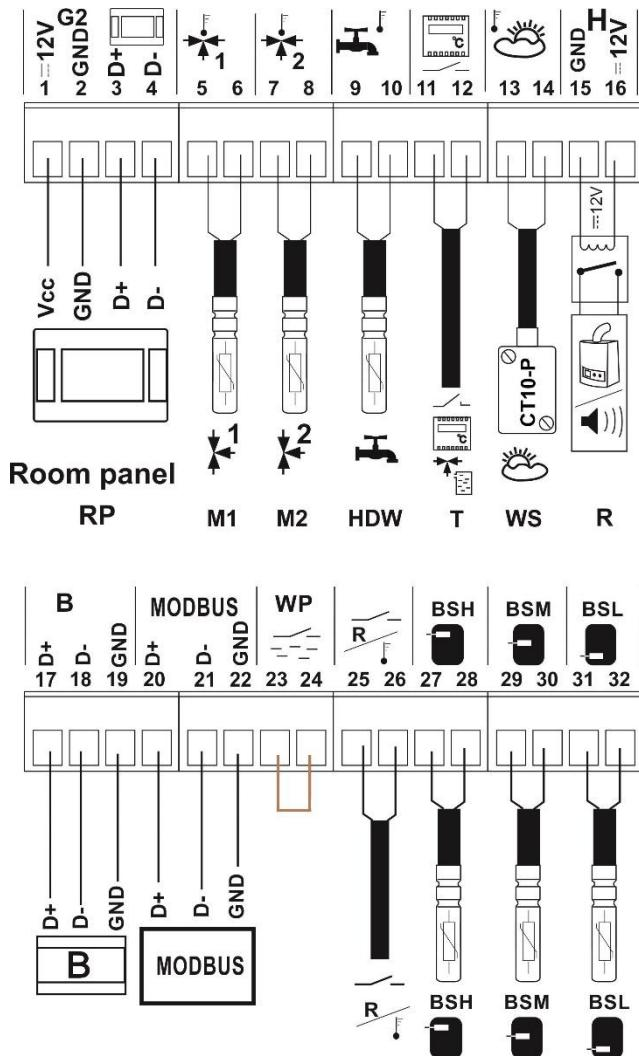

Abbildung 23: Verdrahtungsschema der Sensoren und des Raumbediengeräts
Schließen Sie den entsprechenden externen Fühler an die entsprechenden Klemmen der Schalttafel an (siehe Abbildung 23) und platzieren Sie das Messelement an der gewünschten Stelle in der Heizungsanlage. Das Fühlerkabel darf nicht mit heißen Oberflächen des Kessels oder der Heizungsanlage in Berührung kommen und muss gegen Herausziehen gesichert sein.
Der Sensor wird über ein Kabel mit einem Mindestquerschnitt von 0,5 mm² und einer maximalen Länge von 25 m angeschlossen. Die Polarität der Drähte ist nicht wichtig. Schließen Sie das freie Ende des Kabels an die Klemmen 13-14 (siehe Abbildung 23) an der linken Wand des Steuergehäuses an.
- den MIX-Temperatursensor an der linken Wand des Steuerschrankes anschließen (siehe Abbildung 23)
Schließen Sie den Thermostat an die Klemmen 11-12 (Abbildung 23) an der linken Wand des Reglerschranks an. Nach der Installation muss der Raumthermostat im Menü für die Steuerung der gemischten Heizkreise aktiviert werden: